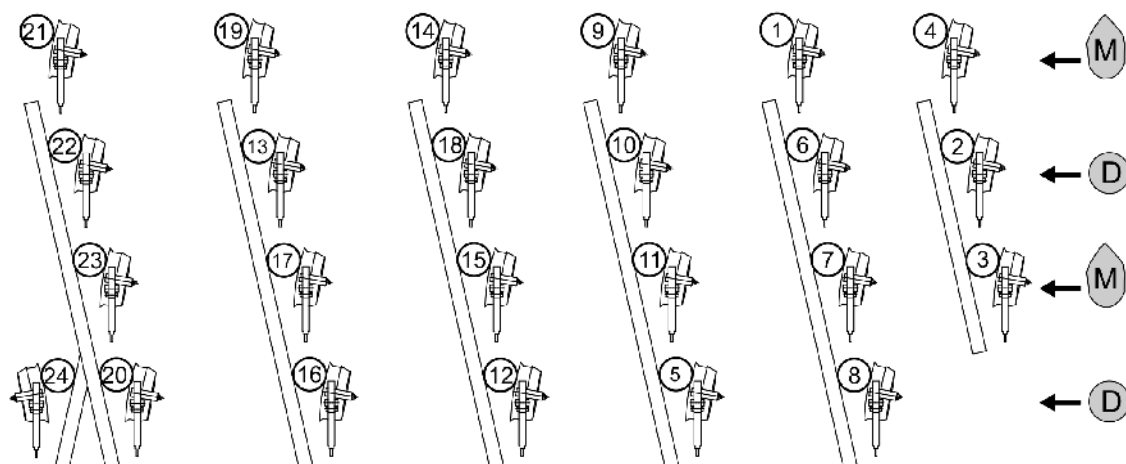

Рис. 45
- Кукуруза **M**: установите заслонки  согласно Рис. 45.
- Удобрения **D**: установите заглушки  согласно Рис. 45.